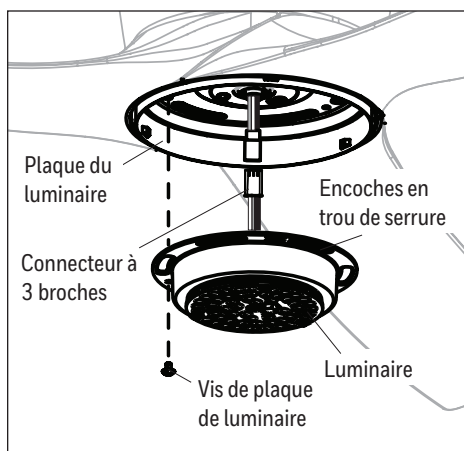

Figure 4.5
5. Retirez l'une des trois vis de la plaque du luminaire et desserrez les deux autres vis sans les retirer. Raccordez le connecteur à 3 broches du ventilateur au connecteur à 3 broches de luminaire. Soulevez les deux encoches en trou de serrure du luminaire par-dessus les deux vis desserrées de la plaque du luminaire, puis tournez le luminaire dans le sens des aiguilles d'une montre. Ensuite, fixez le luminaire à la plaque du luminaire à l'aide de la vis de la plaque du luminaire retirée précédemment. Serrez toutes les vis (Figure 4.5).